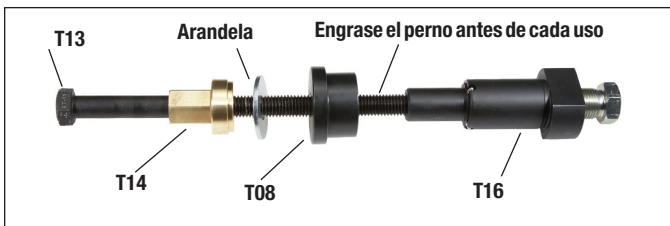

Figura 77 – Herramienta de instalación de casquillo de pasador guía largo y de hacer hoyuelos
5.6.19 Coloque la arandela y enrosque la tuerca de latón (T14) en el perno (T13) seguido de la brida (T08). Consulte la figura 77.